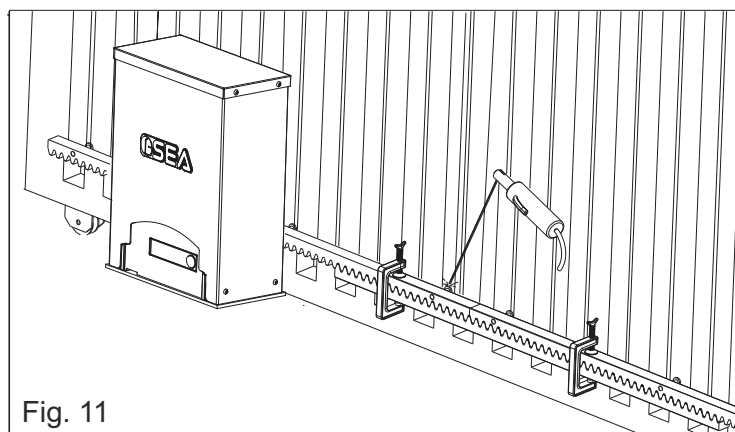

Fig. 11
4. Controlar que todos lo elementos de la cremallera resulten perfectamente alineados y posicionados correctamente (dentaduras en fase). Se aconseja de contraponer a dos elementos sucesivos un tercer elemento como indicado en la Fig. 11;